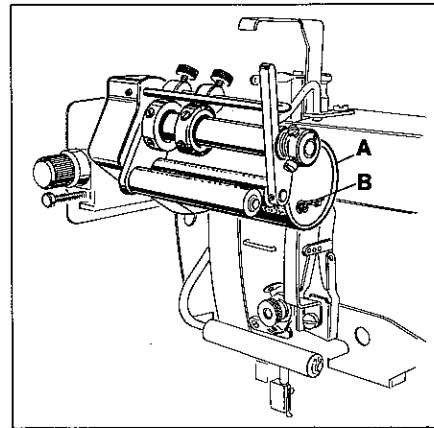

Fig. 15
The dirt (rubbed-off elastic, lint) accumulating behind the puller roller (A, Fig. 15) of top metering device has to be removed weekly (in case of excessive contamination daily).
1. Lift spring (B, Fig. 15) and remove the puller roller.
Der sich hinter der Walze (A, Fig. 15) der oberen Zumeßeinrichtung ansammelnde Schmutz (Gummiband-Abrieb, Flusen) muß wöchentlich entfernt werden (bei starkem Schmutzanfall täglich).
1. Heben Sie die Feder (B, Fig. 15) an und entfernen Sie die Walze.